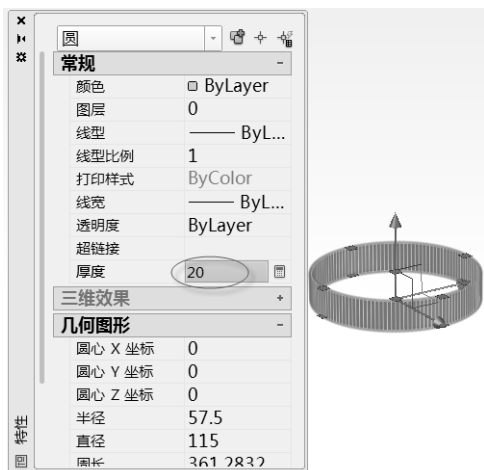

图 10-24 为圆设置厚度值
2) 打开“特性”选项板, 为选定的圆设置厚度为“20”, 如图 10-24 所示。将鼠标指针置于图形窗口中, 按〈Esc〉键退出特性设置。